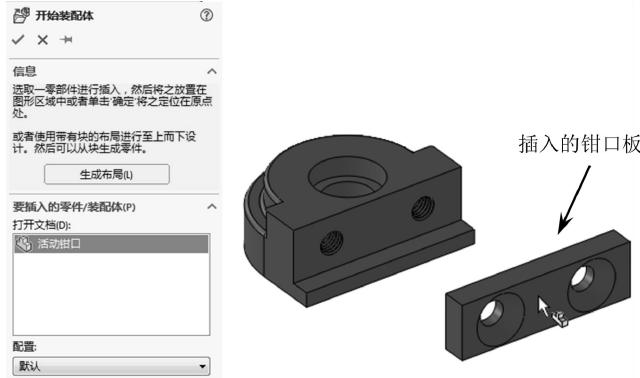

图 7-40 插入钳口板
- 03 在【装配体】选项卡中单击【插入零部件】按钮 $\text{插入}$ ，属性管理器显示【插入零部件】属性面板。在该属性面板中单击【浏览】按钮，将本例的【钳口板 . sldprt】零部件文件插入到装配工具中并任意放置，如图 7-40 所示。